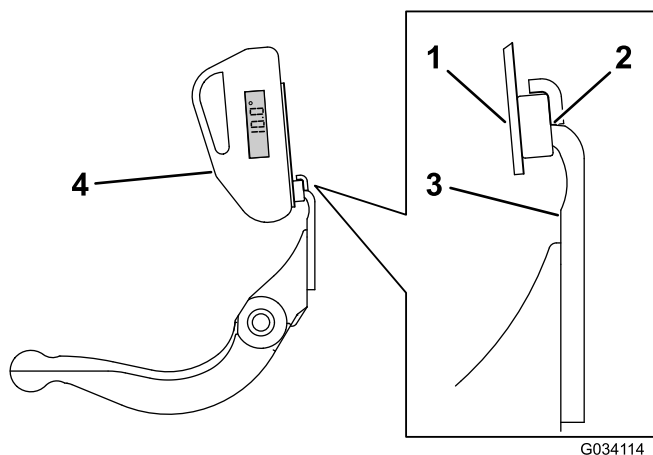

Figura 29
3. Posizionate il supporto del goniometro sul bordo della controlama, in modo che il bordo del magnete corrisponda a quello della controlama (Figura 29).
4. Posizionate il goniometro sul supporto, come illustrato nella Figura 29.